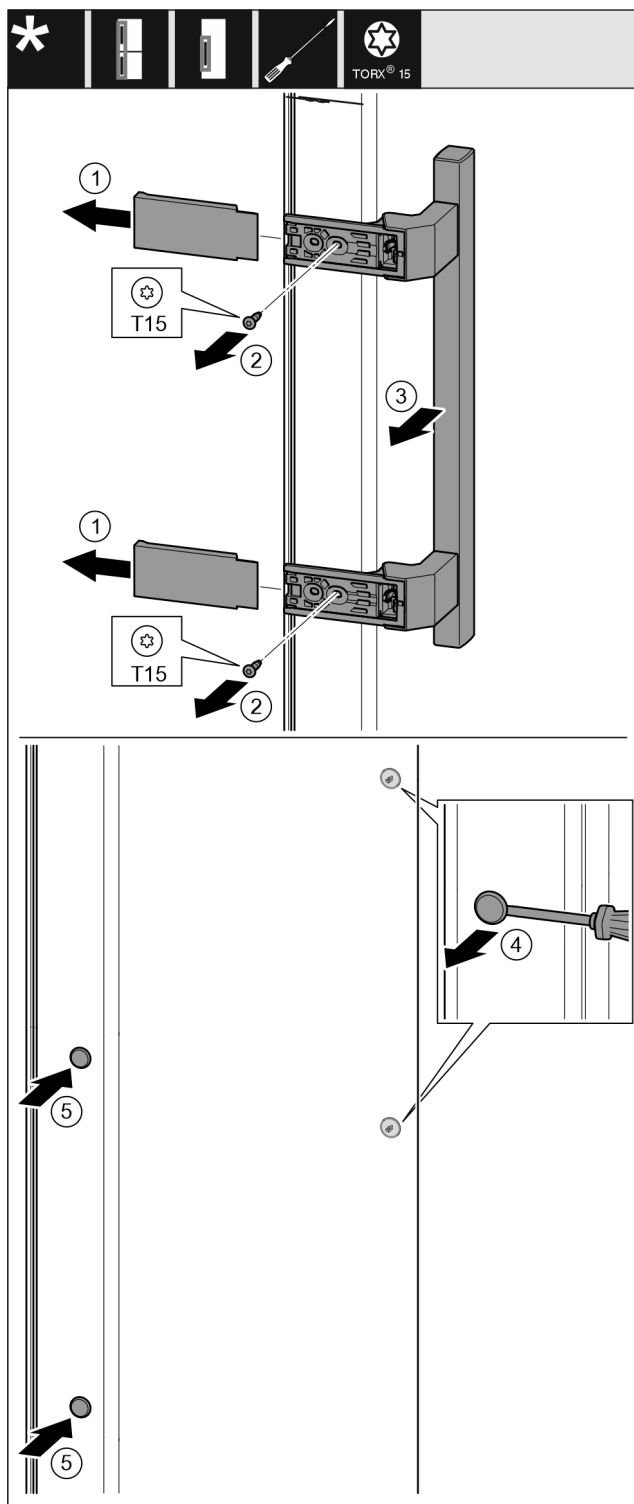

Fig. 39
- ▶ Retirer le cache. Fig. 39 (1)
- ▶ Desserrer les vis avec le tournevis T15. Fig. 39 (2)
- ▶ Déposer la poignée. Fig. 39 (3)
- ▶ Soulever délicatement le bouchon latéral avec un tournevis plat et le sortir. Fig. 39 (4)
- ▶ Remettre en place le bouchon de l'autre côté. Fig. 39 (5)